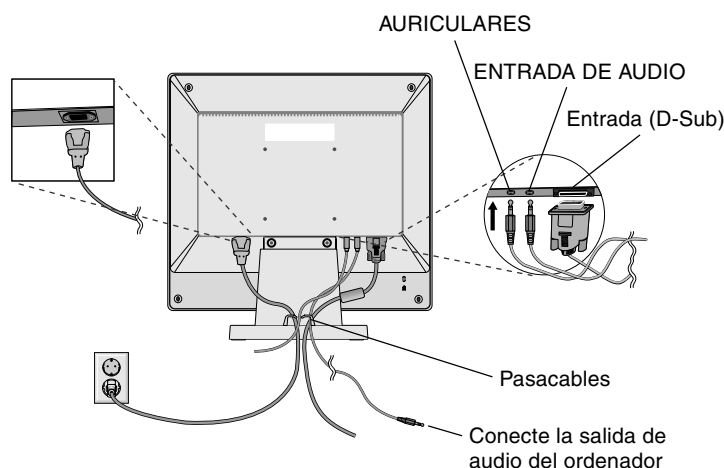

Figura B.1
3. Conecte el mini D-SUB de 15 clavijas del cable de señal de vídeo, el cable de audio y los auriculares (no incluidos) al conector que corresponda de la parte posterior del monitor (**figura B.1**).
4. Conecte un extremo del cable de alimentación al monitor y el otro a la toma de corriente. Introduzca el cable de señal de vídeo, el cable de los auriculares (no incluidos) y el de alimentación en el pasacables (**figura B.1**).